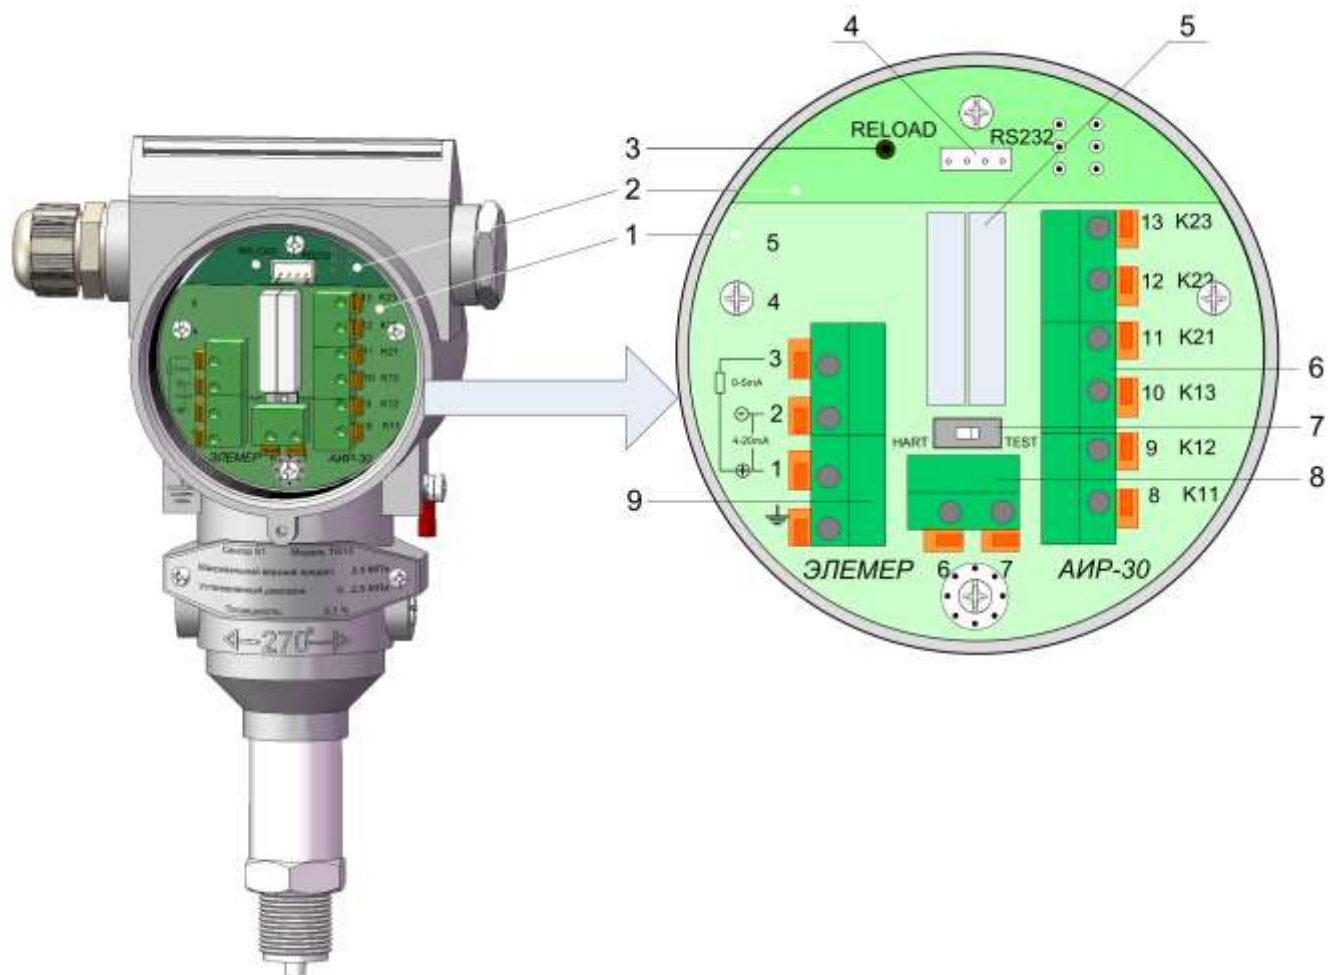

Рисунок 2.12
- найти на модуле питания и фильтров 2 (см. рисунок 2.12) отверстие 3 с надписью «RELOAD»;